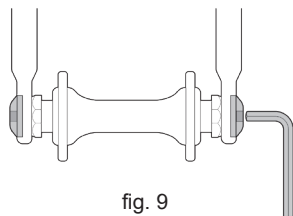
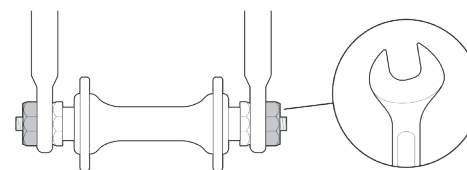

fig. 9
fig. 10
- Clés hex ou boulons à clé hex vissés sur ou dans l'axe du moyeu (roue boulonnée).(Fig. 10)
3. Si votre vélo comporte un système de fixation de roue avant à boulon transversal ou boulonné (fig. 9, fig. 10), desserrez la ou les fixations en donnant quelques tours dans le sens antihoraire avec une clé adaptée, une clé de serrage ou le levier intégré. Puis passez à l'étape (4).
4. Si votre fourche comporte un dispositif secondaire de maintien à pince, débloquez-le et passez à l'étape (5). Si votre fourche comporte un dispositif secondaire de maintien intégré